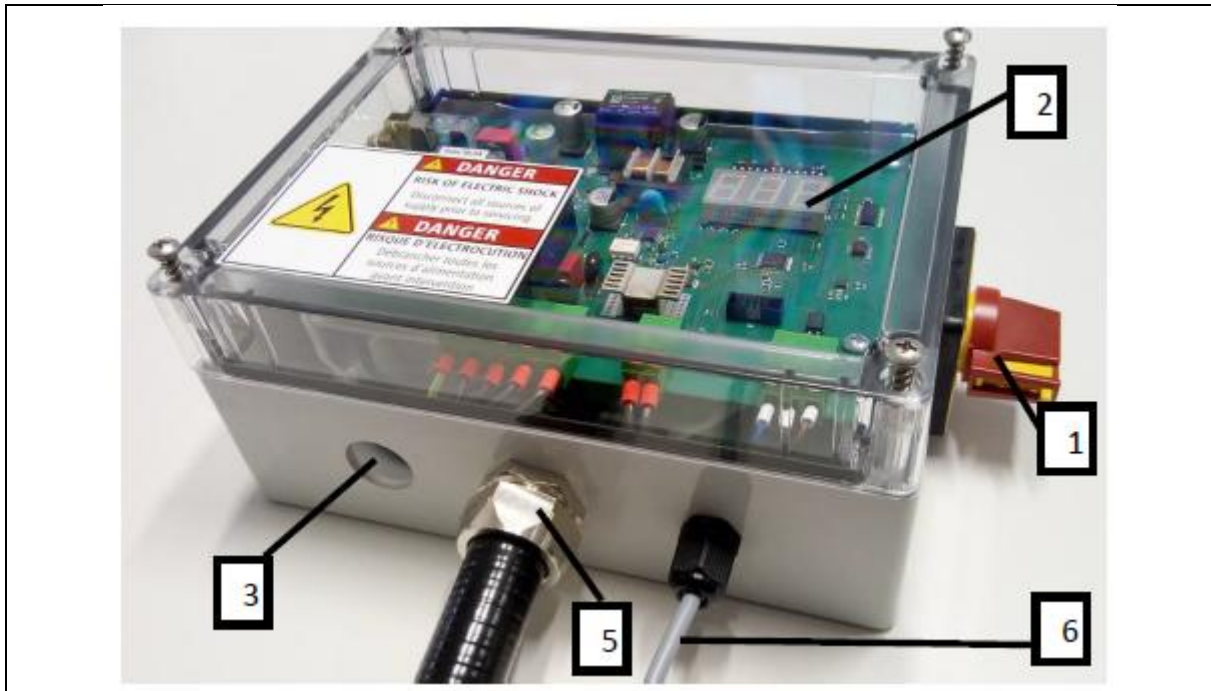

Fig. 8: oitier de contrôle extérieur
Quand l'alimentation est connecté et que l'interrupteur principal est sur ON (item 1, Fig. 8), l'appareil est prêt à fonctionner après 20 secondes. L'appareil indique qu'il est prêt à fonctionner en affichant 3 lignes horizontales sur l'affichage. (voir Fig. 7).
Le moteur est mis en route via le levage des brosses car le capteur (position 5, figure 8) détecte la position en repos du chariot. Quand le chariot quitte la position repos, la rotation des brosses est activée pendant le cycle prévu (réglage d'usine 60 s). A la fin du cycle, l'unité de contrôle attend une activation supplémentaire de la machine, et la rotation des brosses s'inverse par rapport au cycle précédent. Ainsi, l'usure des poils est régulière.